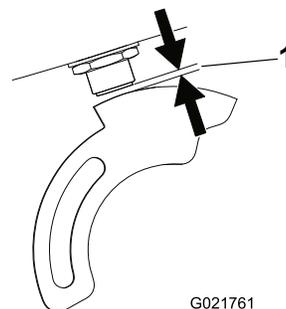

Figura 15
6. Utilizzando i controdadi, regolate l'interruttore di prossimità verso l'alto o verso il basso fino a che la distanza tra il pulsante dell'interruttore e la piastra del sensore corrisponde a 3,8–4,3 mm (Figura 15).